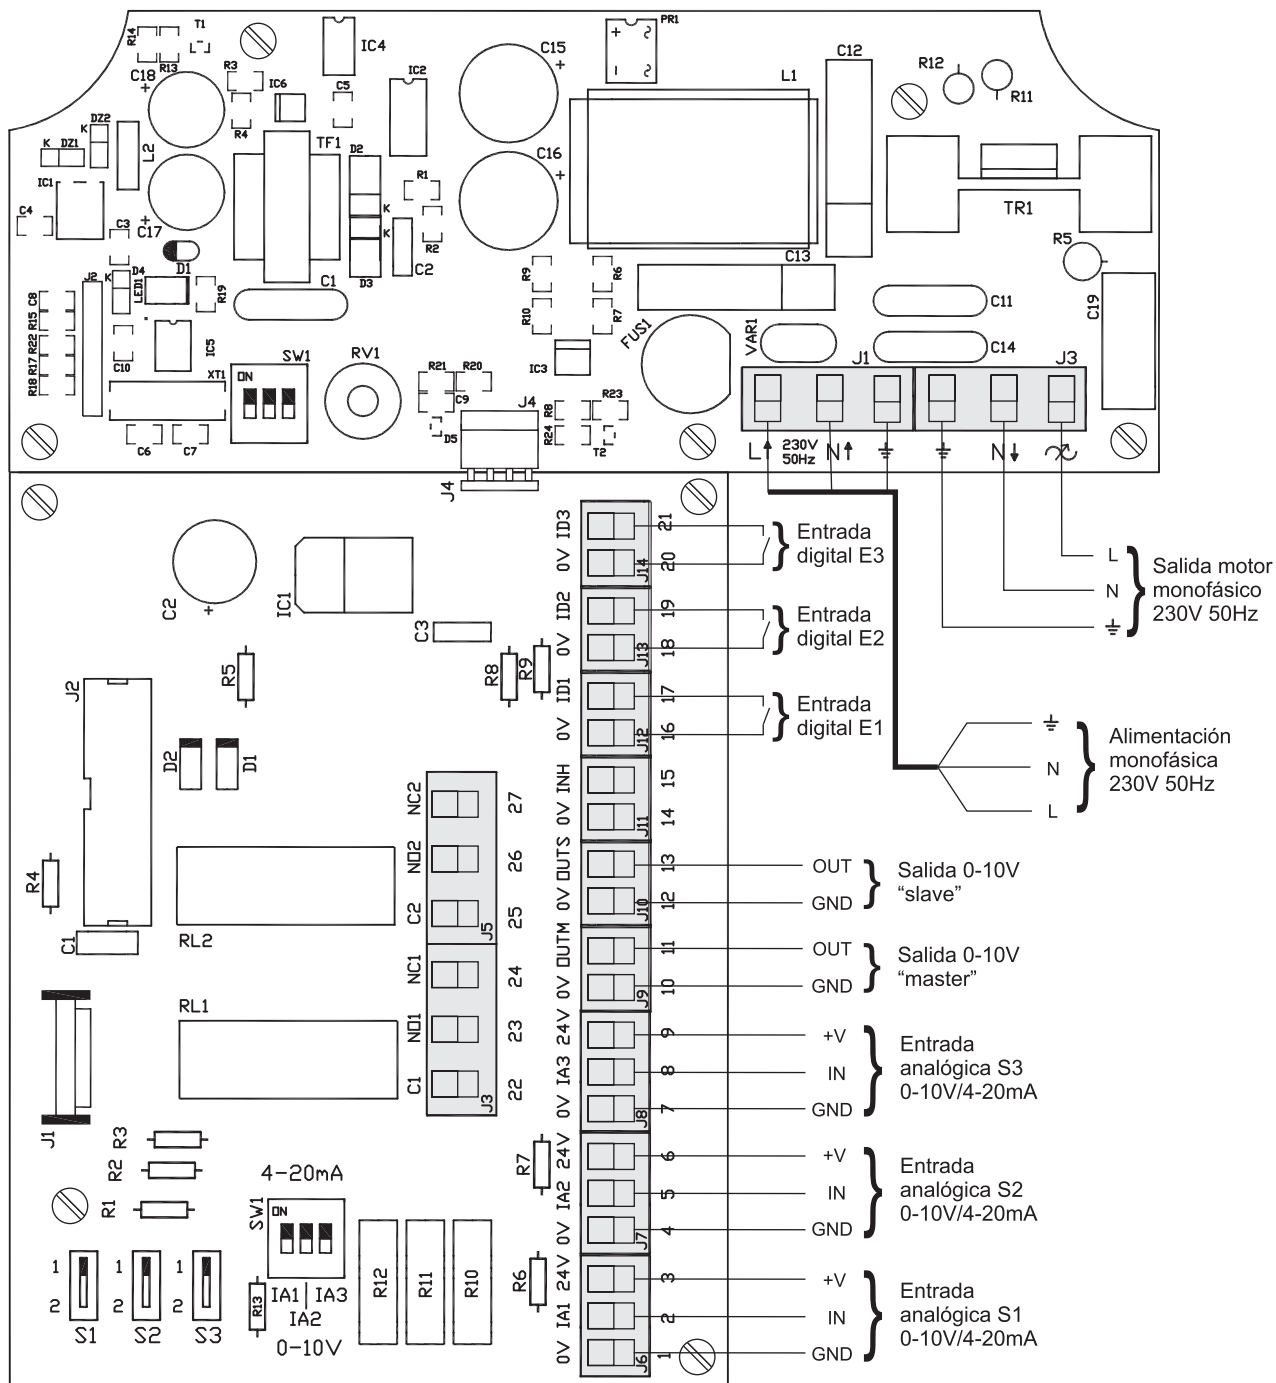

Fig.2
- **CONTROL ECOWATT AC/4A:** versión con alimentación monofásica AC y salida en tensión para motores monofásicos hasta 4A. Para esta versión, las salidas analógicas 0-10V para un motor DC o un convertidor de frecuencia, son también activas. (Fig.2)